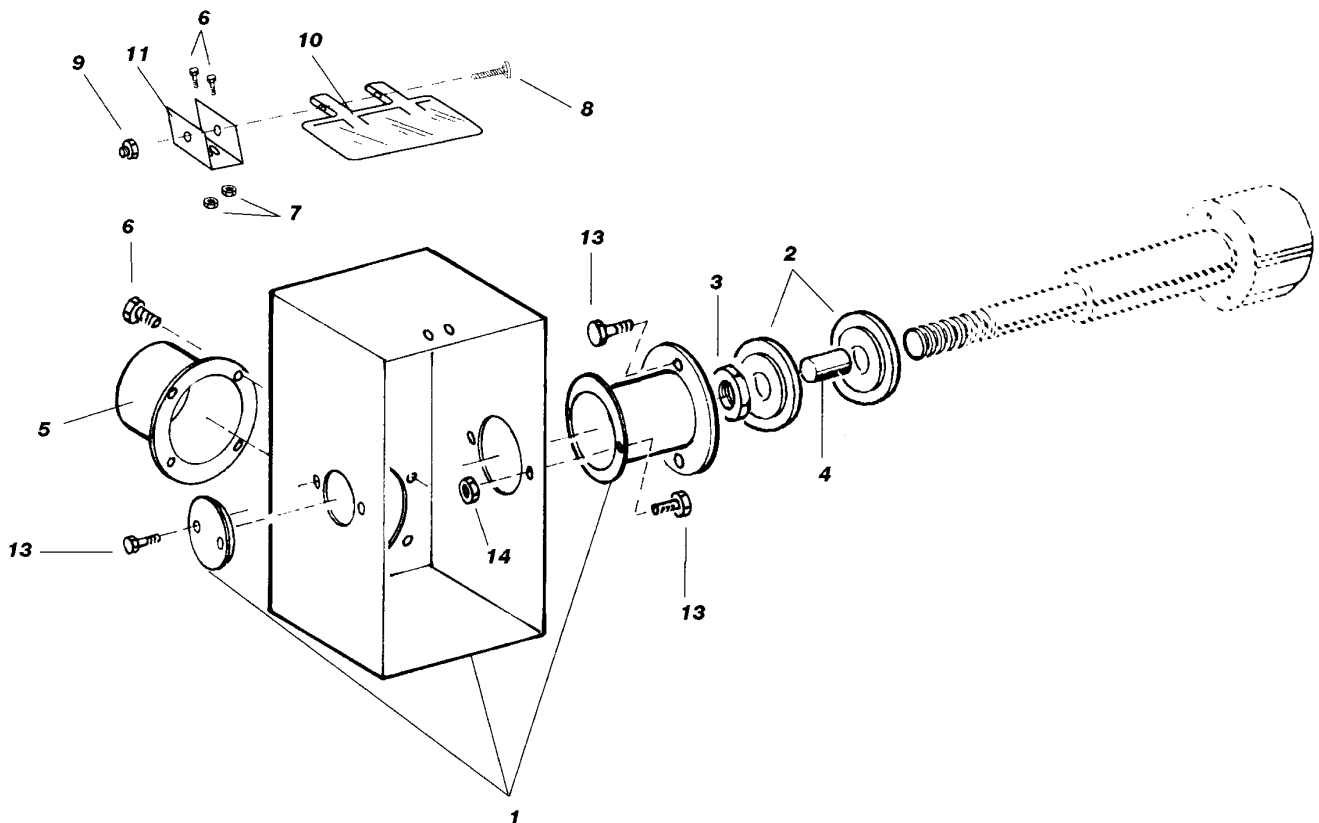

Figure 2
2. Insérer une clé six pans à l'extrémité de l'arbre et desserrer l'écrou (3 fig.2) en utilisant une clé plate.